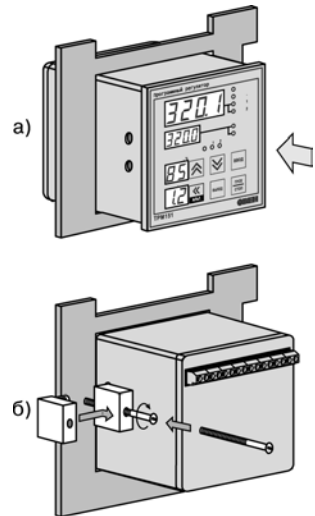

Рис. 7.2 – Установка прибора щитового крепления
- 1 Прибор вставляется в специально подготовленное отверстие на лицевой панели щита (см. Приложение А и рисунок 7.2, а).
- 2 Фиксаторы из комплекта поставки вставляются в отверстия на боковых стенках прибора (рисунок 7.2, б).